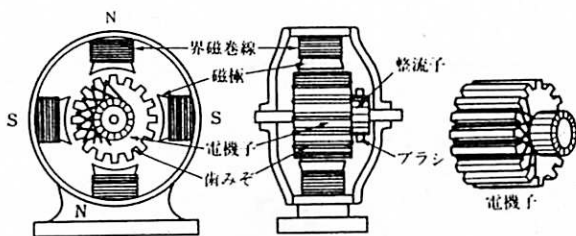

図5 ドラム形電機子
H. Alteneck 1845 - 1904) は図5に示すドラム形電機子を発明しました。これによって、発電機から脈動のない直流が得られました。その上、発電効率も大きく向上しました。この